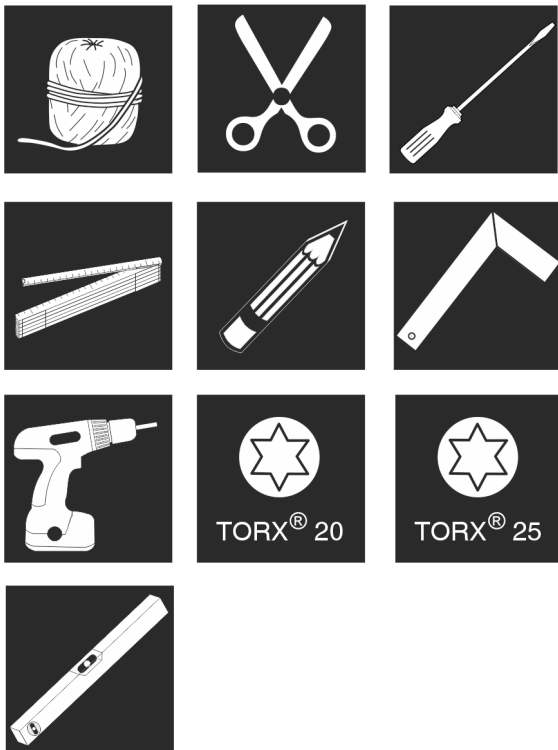

Fig. 20
1. Avoir l'outil à disposition. Fig. 20 ()